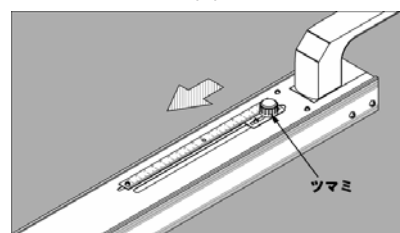
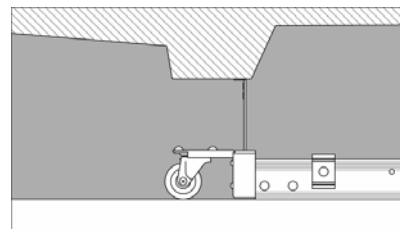

図 4
図 5
4. ツマミを前方に押すとコンベックスが上にあがっていきます。(図 4、図 5)